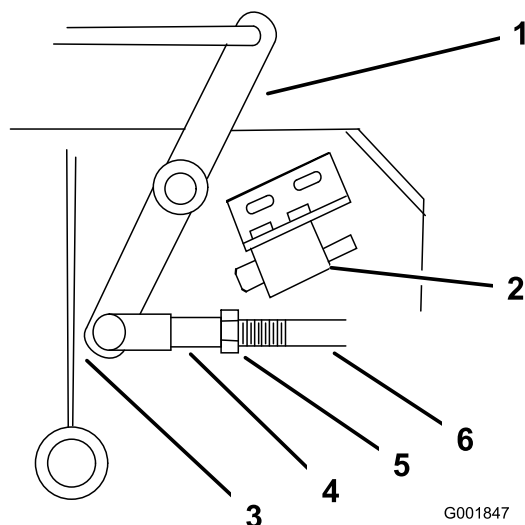

Bild 47
4. Stellen Sie die Länge des Gestänges so ein, dass das untere Ende des Kippschalters die Achsenstützverstärkung gerade nicht berührt (Bild 47).
- Lösen Sie die Mutter am Bügel (Bild 47).